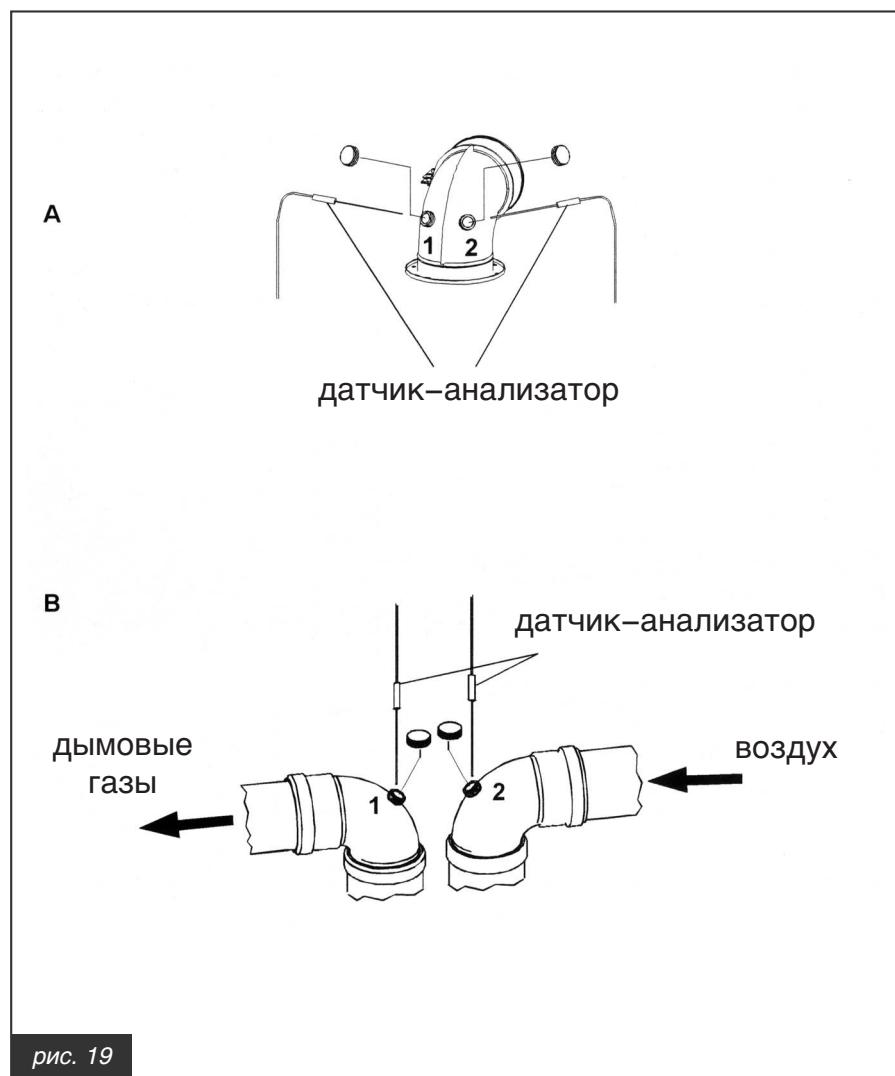

рис. 19
- измерить температуру воздуха для горения через отверстие 2 (см. рис. 19А)
- измерить температуру отходящих газов и содержание CO2 через отверстие 1 (см. рис. 19А)
- измерить температуру воздуха для горения через отверстие 2 (см. рис. 19В)
- измерить температуру отходящих газов и содержание CO2 через отверстие 1 (см. рис. 19В)